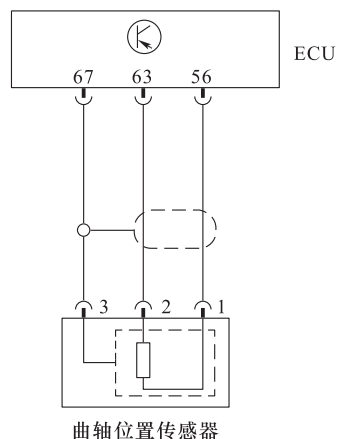

图 4-31 曲轴位置传感器与 ECU 的电路连接
(3) 电路连接 曲轴位置传感器与 ECU 的电路连接如图 4-31 所示。端子 1 为转速与转角正极，与 ECU 的 56 号端子相连；端子 2 为转速与转角的负极，与 ECU 的 63 号端子相连；3 号端子为屏蔽线端子，与 ECU 的 67 号端子相连。
(4) 测量
1) 检查曲轴位置传感器的电阻。关闭点火开关，拔下传感器插接器插头，按图 4-31 进行，检查传感器上 1 号与 2 号端子间电阻，应为 $450 \sim 1000\Omega$ 。若电阻为无穷大，说明信号线圈存在断路，应更换传感器。检查传感器上 1 号或 2 号端子与屏蔽线 3 号端子之间的电阻，阻值应为无穷大，如果电阻不是无穷大，则应更换传感器。